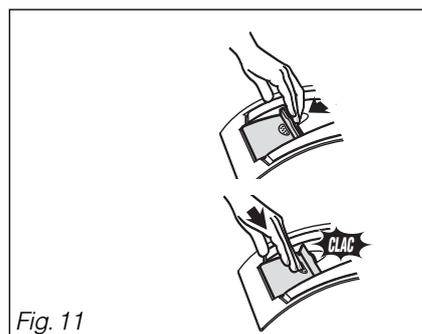

Fig. 11
- Abra a porta do tambor puxando o dispositivo de fechadura (Fig. 11).
- Volte a fechar a porta, abaixe o dispositivo de fechadura premindo em cima até que fique bem fechado (Fig. 11).